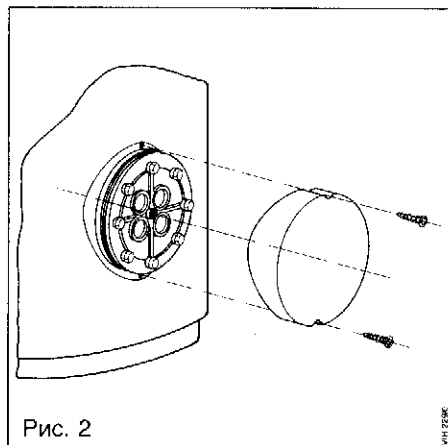

Рис. 2
**Узлы безопасности** для подводящей линии холодной воды к аккумулятору (см. рис. 2)